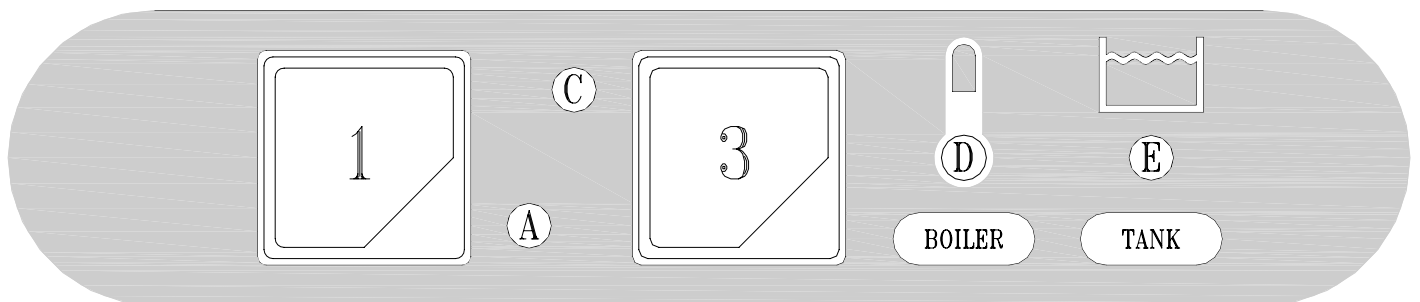

Fig. 3-2
- A riempimento avvenuto, aprire la porta (I) e introdurre il detersivo (ca. 2 gr. Per litro di capacità della vasca). Inserire il cesto (L) carico e chiudere la porta (I). A questo punto premere il pulsante START (3) (almeno per 2 secondi) e avrà inizio il ciclo di lavoro visualizzato dalla lampada spia (C): a fine del ciclo coincide con lo spegnimento di questa spia. Per spegnere la macchina si dovrà disinserire l'interruttore (1) portandolo nella posizione (0) spia (A) spenta. (fig.3-2÷3-3).
- When the water intake cycle is complete, open the door (I) and add detergent (about 2 g. per litre of tank capacity). Position the full basket (L) and close the door (I). Now press the START button (3) (at least for 2 seconds) and the wash cycle displayed by light (C) will start. When the cycle is over, this light goes out. To turn off the appliance, turn the switch (1) to 0. Light (A) indicates the appliance is off (fig.3-2÷3-3).
- Nach erfolgter Füllung die Tür (I) öffnen und das Spülmittel einfüllen (ca. 2g/l Fassungsvermögen des Spülbehälters) Den gefüllten Geschirrkorb (L) einsetzen und die Tür (I) schließen. Nun die START-Taste (3) mindestens 2 Sekunden lang drücken, und das Spülprogramm beginnt, die Kontrollampe (C) leuchtet auf und am Programmende erlischt die Kontrollampe. Um das Gerät auszuschalten, muß der Schalter (1) auf die Position 0 gestellt werden, die Kontrollampe (A) erlöscht (fig.3-2÷3-3).
- Lorsque le remplissage est terminé, ouvrir la porte (I) et verser le détersif (environ 2 g pour chaque litre remplissant la cuve). Introduire le panier (L) plein et fermer la porte (I). A ce stade, presser le bouton-poussoir START (3) (au moins 2 secondes) et le cycle de fonctionnement commencera, visualisé par la lampe-témoin (C). La fin du cycle coïncide avec l'extinction de ce voyant. Pour arrêter la machine, il faudra débrancher l'interrupteur (1) en le ramenant sur la position 0: lampe-témoin (A) (fig.3-2÷3-3).
- Después del llenado, abra la puerta (I) y vierta el detergente (2 gramos aproximadamente por litro de capacidad de la cuba). Introduzca el cesto (L) carga y cierre la puerta (I). Pulse ahora START (3) (almenos durante 2 segundos) para arrancar el ciclo de trabajo: se enciende la luz testigo (C), que se apagará al final del ciclo. Para apagar la máquina desconecte el interruptor (1): posición 0, luz testigo (A) apagada (fig.3-2÷3-3).